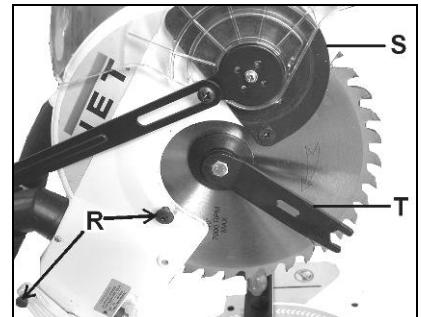

Fig 9
Entfernen Sie die Sägeblattschutzhülle, indem Sie die beiden Schrauben (R, Fig 9) an der Seite der Schutzhülle lösen und die Schutzhülle hochklappen (S).
Montieren Sie die Sägeblattsschutzhülle mit den beiden Schrauben (R, Fig 9).